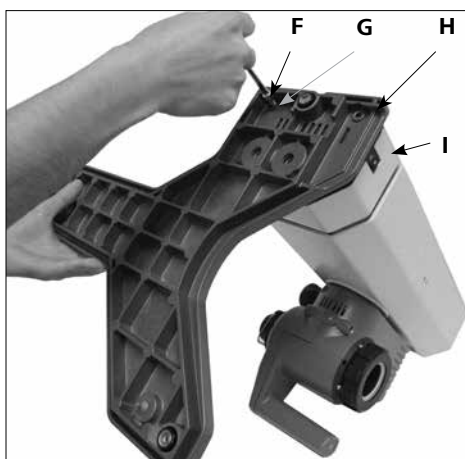

Fig. 7
1) Прикрепите основание к подъемному механизму (Fig. 7)
- Установите цилиндрические М6х25 (F) (4 шт.) и зубчатые шайбы М6 (G) (4 шт.), чтобы прикрепить основание (H) к подъемному механизму (I) после распаковки упаковки. (Fig. 7)